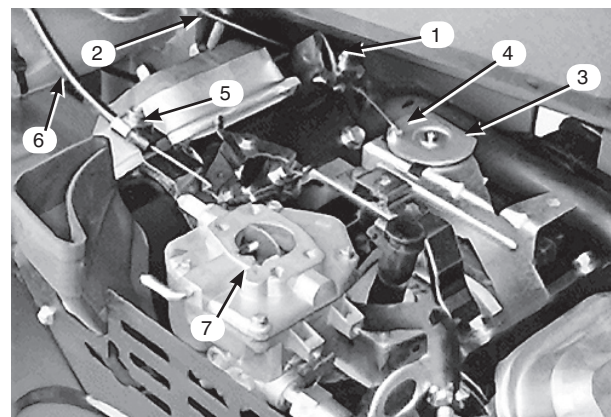

図45
1. スロットル・ケーブルをエンジンに止めているクランプをゆるめる（図45）。
3. ケーブルをしっかりと引いて、スイベルの後部をストップに当てる（図45）。
1. チョーク・ケーブルをエンジンに止めているクランプをゆるめる（図45）。
3. ケーブルをしっかりと引いて、チョーク・バタフライを完全に閉じ、クランプを締める（図45）。